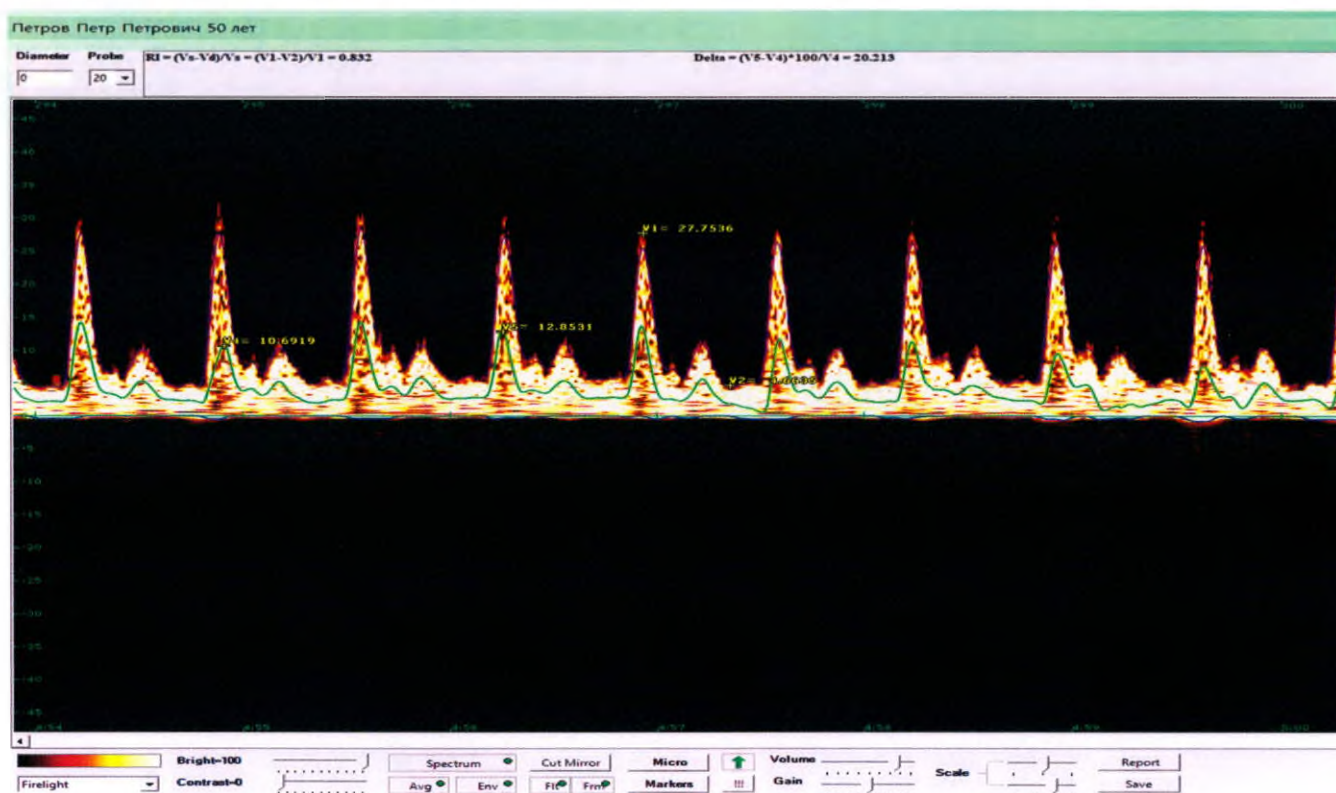

Рисунок 34 – Присвоение маркера для ручного пересчета RI
1. Нажать кнопку «FRM», проставить на графике (спектре) точки (маркеры), которые будут соответствовать мгновенной линейной скорости кровотока (см/сек). Значения Vn программа присвоит автоматически по очереди (рисунок 34):
Значения пересчитанного вручную индекса RI и параметра Delta отображаются в верхней части экрана обследования при нажатой кнопке «FRM» (рисунок 34).